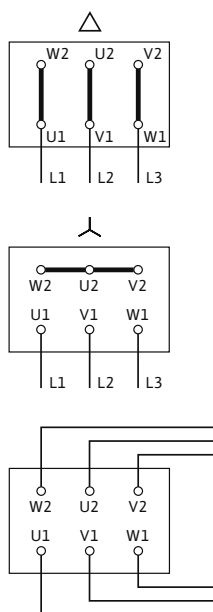

Fig. 17: Netaansluiting
Het aansluitschema voor de elektrische aansluiting bevindt zich in de klemmenkastafdekking (zie ook Fig. 17).
- De netaansluiting is afhankelijk van het motorvermogen P_2 , van de netspanning en het inschakeltype. De noodzakelijke schakeling van de verbindingsbruggen in de klemmenkast kan in de volgende lijst 'Tab. 4: Indeling van de aansluitklemmen' op pagina 103 evenals Fig. 17 worden gevonden.